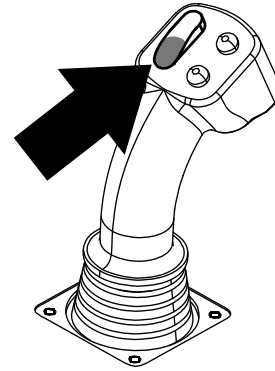
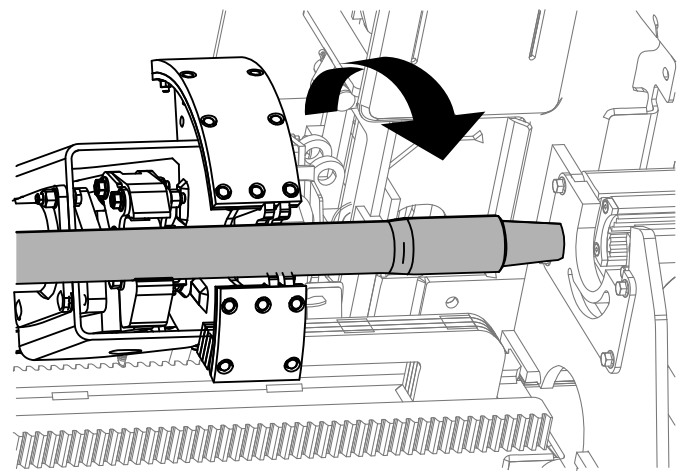

Figure 29
Figure 30
- Maintenez le bas de l'interrupteur à bascule enfoncé (Figure 29) jusqu'à ce que la came tourne complètement en avant vers le rack et que les éleveurs lèvent la tige restante dans les porte-tiges (Figure 30).